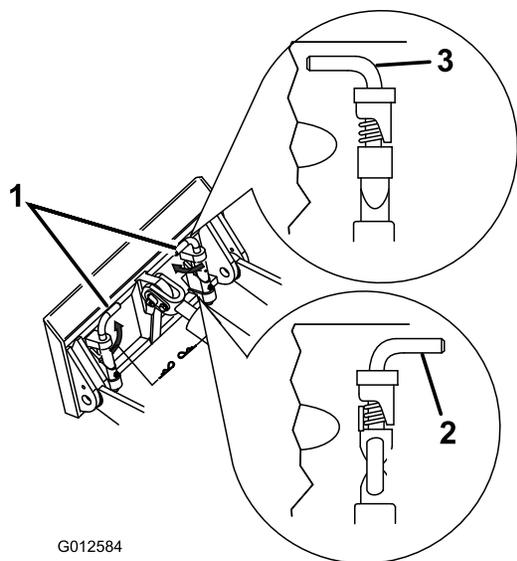

Рисунок 15
7. Закрепите быстроустанавливаемые штифты, убедившись в том, что они полностью вошли в монтажную поверхность (Рисунок 15).